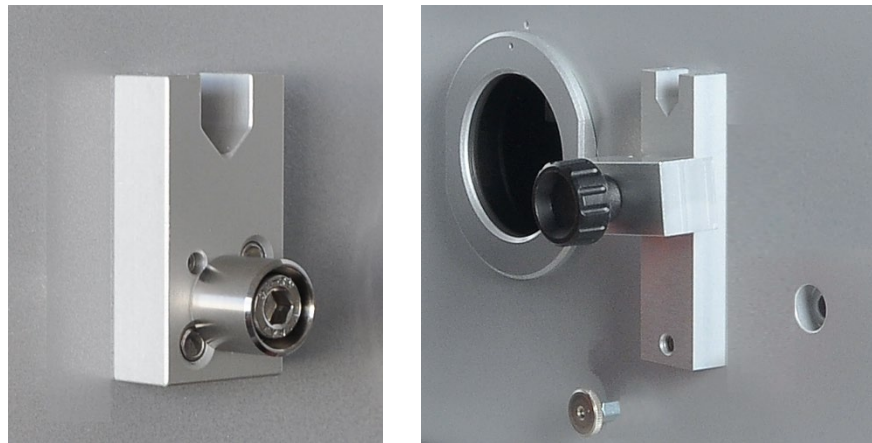

Figure 12 Monter le boulon d'assemblage et l'élément d'arrêt dans le compartiment à échantillons
1. Dans le compartiment à échantillons du AAS, visser et serrer le boulon d'assemblage (→ Figure 12) sur la fixation de gauche du AS-GF en utilisant une clé Allen (N° 4).